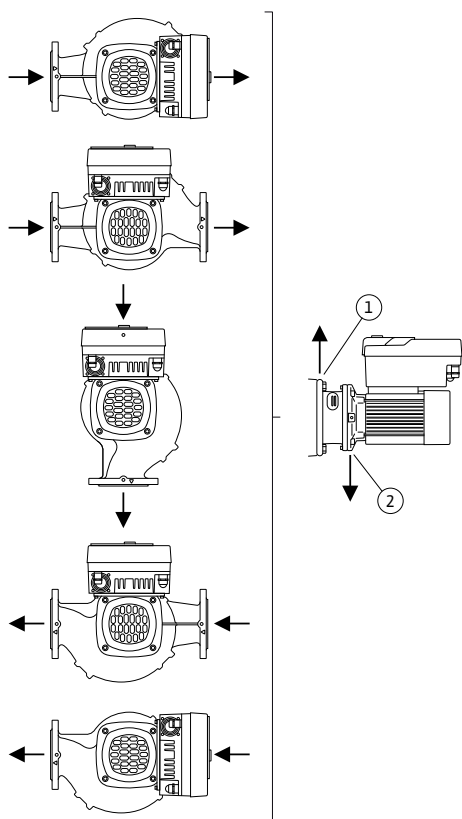

Fig. 8: Posições de instalação autorizadas com o veio do motor na horizontal
As posições de montagem autorizadas com o veio do motor na horizontal e o módulo eletrónico virado para cima (0°) estão representadas na Fig. 8.
A ventilação da bomba é assegurada de forma ideal quando a válvula de ventilação está virada para cima (Fig. 8, pos. 1)
Esta posição (0°) permite que o condensado acumulado seja escoado pelos orifícios existentes, lanterna da bomba e motor (Fig. 8, pos. 2).